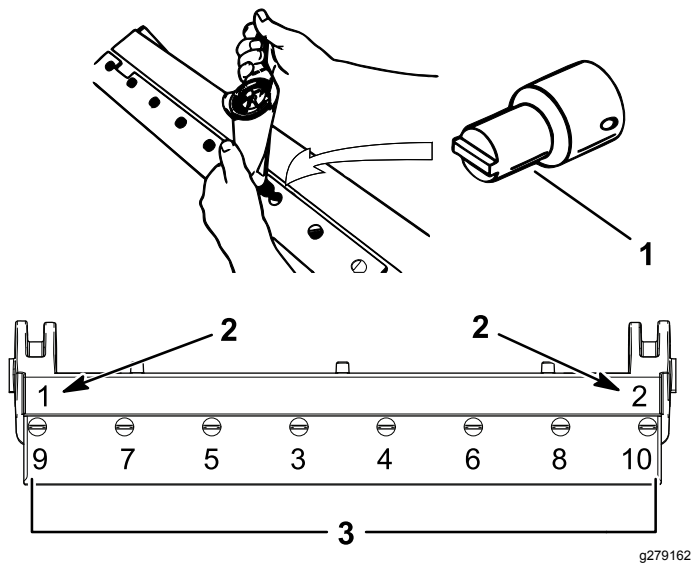

Figure 42
- A. Serrez les 2 vis à extérieures à 1 N·m ; voir **Figure 42**.
- B. En partant du centre de la contre-lame, serrez les vis à un couple de 23 à 28 N·m ; voir **Figure 42**.